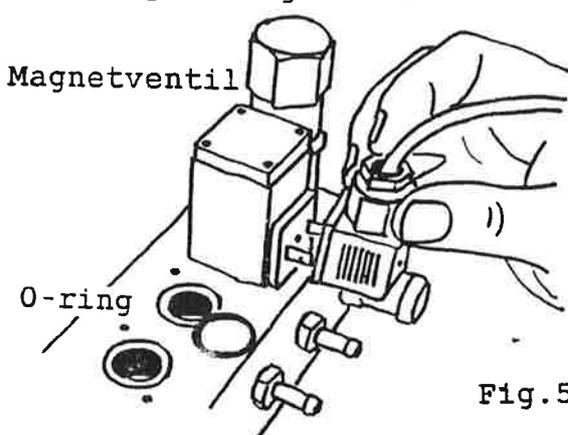

Fig.50
- Magnet defekt, - må byttes. (Se fig.50)
- Messingstaven for kort. (Se fig.50)